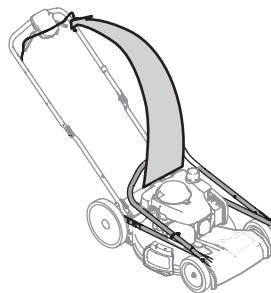

Figura 7
3. Mientras se estabiliza la cortadora de césped para que no se mueva, levante y gire suavemente la manija superior hasta la posición de funcionamiento (Figura 7). Asegúrese de que la manija inferior esté asentada firmemente sobre los soportes de la manija. No prese los cables del control de la transmisión o de la cuchilla mientras levanta la manija